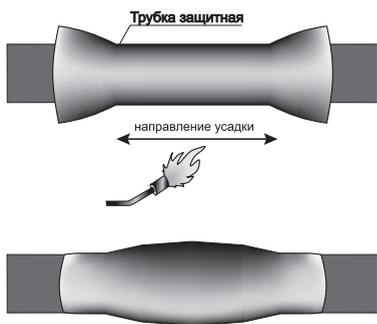

Рисунок 22.
4.43 Надвинуть термоусаживаемую защитную трубку на муфту, расположив её симметрично относительно центра муфты, и усадить, начиная с середины, равномерно разогревая её в одну и другую сторону. После усадки по торцам трубки должен быть виден выступивший расплавленный клей (рисунок 22).